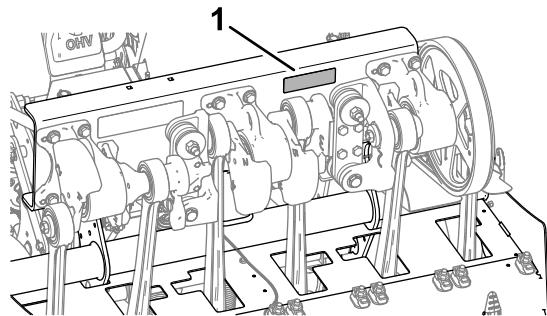

Figura 171
3. Compruebe los herrajes del cabezal de perforación, los herrajes del manillar y las tuercas de las ruedas para asegurarse de que el par de apriete es correcto. Los requisitos de apriete de las fijaciones se indican en la pegatina de apriete de los pernos situada en el canal de soporte del cabezal de perforación (Figura 171).